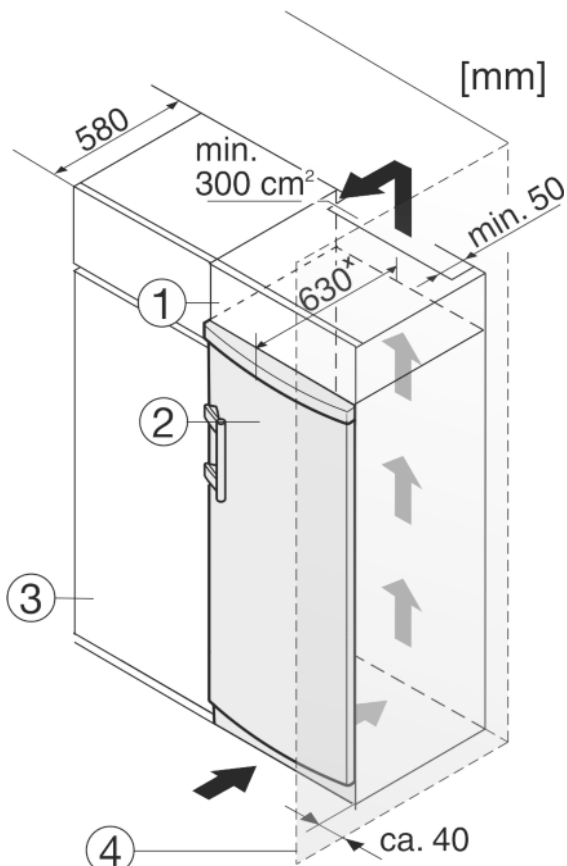

Fig. 10
- (1) Aufsatzschrank (3) Küchenschrank
(2) Gerät (4) Wand
Das Gerät kann mit Küchenschränken umbaut werden. Um das Gerät Fig. 10 (2) der Küchenzeilenhöhe anzugleichen, kann über dem Gerät ein Aufsatzschrank Fig. 10 (1) angebracht werden.
Beim Umbau mit Küchenschränken (Tiefe max. 580 mm) kann das Gerät direkt neben dem Küchenschrank Fig. 10 (3) aufgestellt werden. Das Gerät steht seitlich 34 mm * und in der Gerätemitte 50 mm * gegenüber der Küchenschrankfront vor.
Wenn das Gerät mit den Scharnieren neben einer Wand Fig. 10 (4) aufgestellt wird, muss der Abstand zwischen Gerät und Wand mindestens 40 mm betragen. Dies entspricht dem Griffüberstand bei geöffneter Tür.